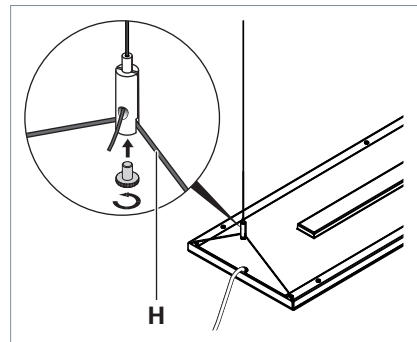

Fig. 9: Fixer le luminaire individuel ou de départ à l'attache de câble.
- ▶ Insérez le câble métallique **H** du luminaire dans l'attache de câble, voir Fig. 9.